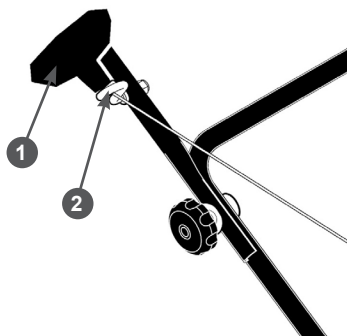

Рис. 7 Крепление ручки стартера на рукоятке
7. Закрепите ручку стартера на кронштейне 5 (Рис. 1). Для этого нажмите рычаг 5 остановки двигателя (Рис. 2) и медленно потяните за ручку стартера, чтобы вытянуть шнур из корпуса стартера на требуемую длину. Затем пропустите шнур стартера через витки кронштейна и опустите ручку стартера. Ручка стартера должна зафиксироваться на кронштейне, как показано на Рис. 7.